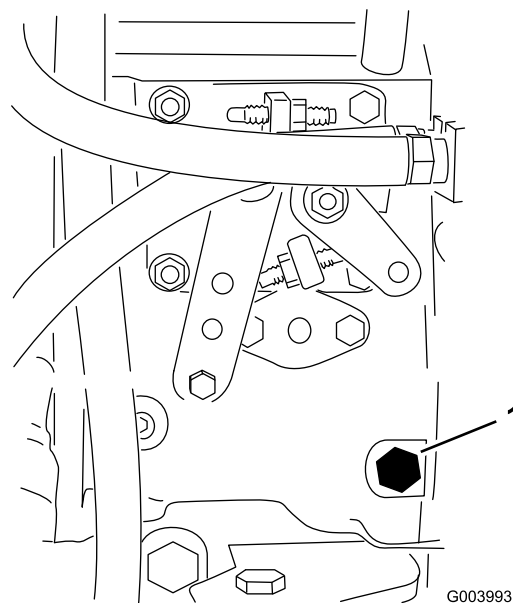

Рисунок 32
3. С помощью динамометрического ключа 12 мм выверните продувочный винт из топливного насоса (Рисунок 32).